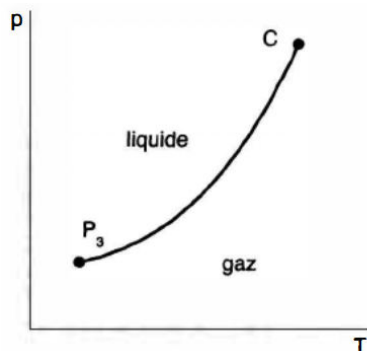

FIGURE 7.3
- En répétant cette expérience pour différentes valeurs de pression, on peut tracer la courbe  $T_v = f(p_v)$  ou plutôt  $p_v = f^{-1}(T_v)$ . Cette courbe délimite 2 zones : Zone liquide /vapeur. C'est la courbe de vaporisation. (Figure 7.3 Diu).  $p_v$  est la pression de vapeur saturante (ie La